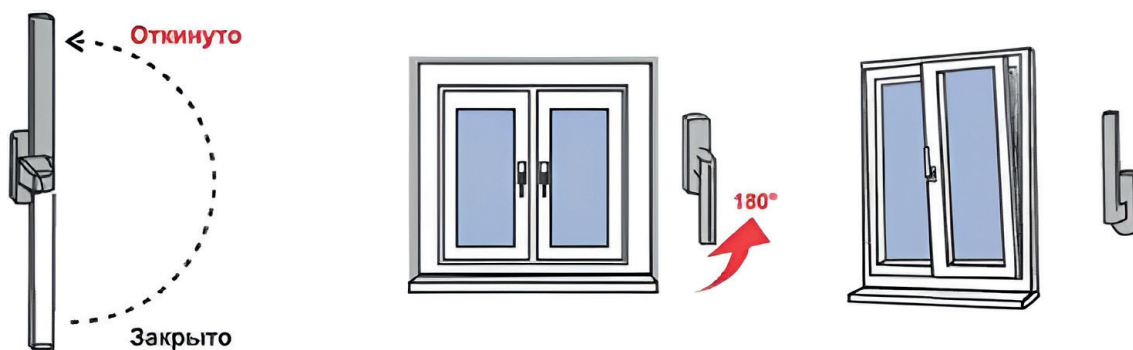

Рис. 2
3. Для перевода створки из закрытого положения в откидное (поворот створки относительно нижней горизонтальной оси, положение «Откинута» на Рис. 2) ручку поворачивают вертикально на 180 градусов вверх, затем, потянув за ручку,